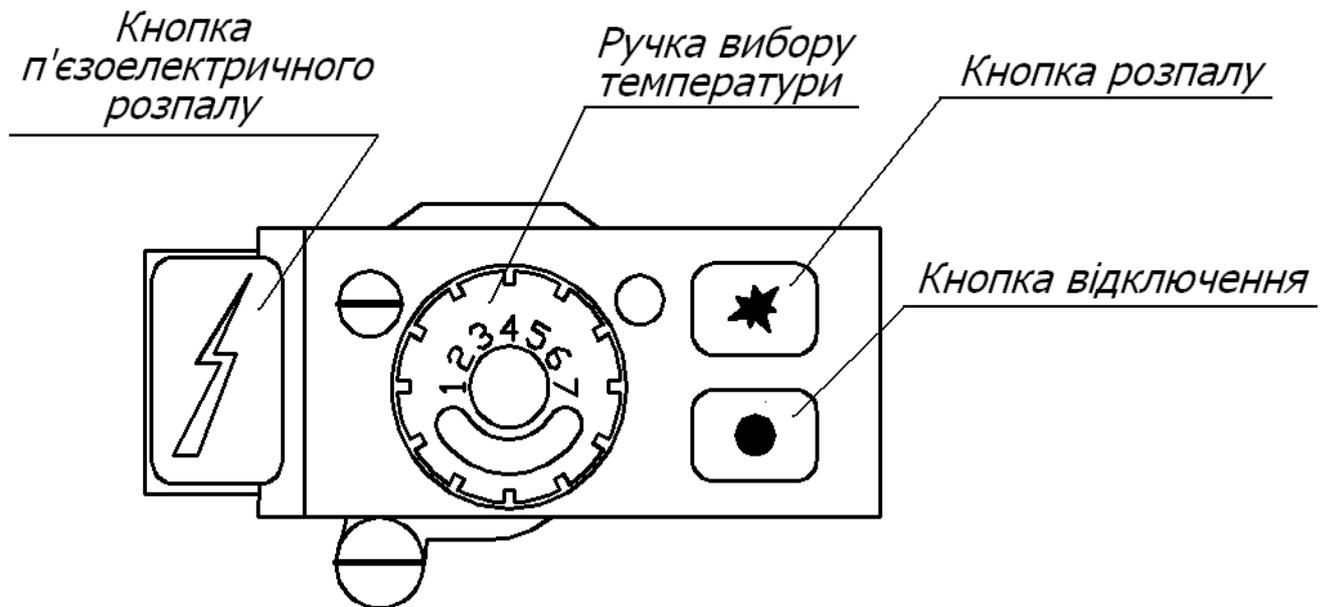

Рисунок 3. Елементи управління газового клапану 710 MINISIT.
- повернути ручку вибору температури (рис.3) за годинниковою стрілкою до упору у положення "РОЗПАЛ";
7.2.2 Встановити ручку управління (рис.3) на відмітку "4". Після двох годин роботи котла, орієнтовно необхідних для стабілізації температури у приміщенні, змінити температуру за бажанням. Для збільшення або зменшення температури в приміщенні необхідно встановити ручку управління на більш високу відмітку, обертаючи ручку проти годинникової стрілки, або, відповідно, на більш низьку відмітку, обертаючи ручку по годинниковій стрілці.
7.3.1 Для виключення основних пальників повернути ручку вибору температури (рис.3) за годинниковою стрілкою у положення "РОЗПАЛ".
При відпусканні кнопки включення (рис.3) гасне полум'я на запальному пальнику